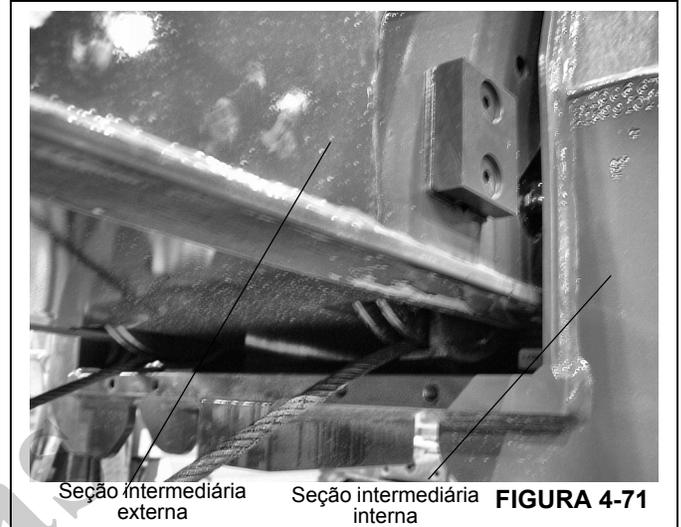

FIGURA 4-71
18. Alinhe a seção intermediária externa à seção intermediária interna. Deslize as seções em conjunto (Figura 4-71) até que as placas de desgaste laterais na seção intermediária externa engatem na seção intermediária interna. Meça a folga nas placas e calços, conforme necessário.